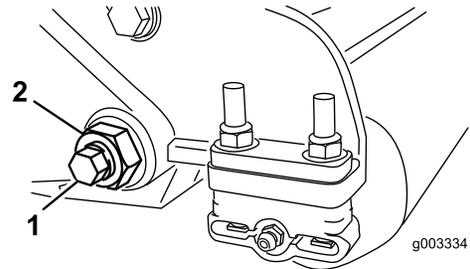

Figura 35
- En cada lado de la máquina, afloje la contratuerca que fija el perno de la barra de asiento (Figura 35).
- Retire todos los pernos de la barra de asiento, para poder tirar de la barra hacia abajo y retirarla de la unidad de corte (Figura 35).